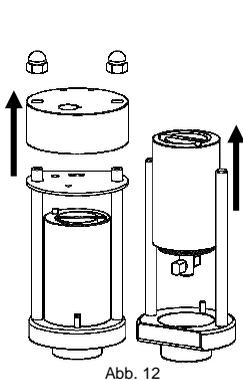

Abb. 12
- Nehmen Sie den Ventilkopf und die Steuerscheibe ab und ziehen Sie die Pumpe heraus (Abb. 12).